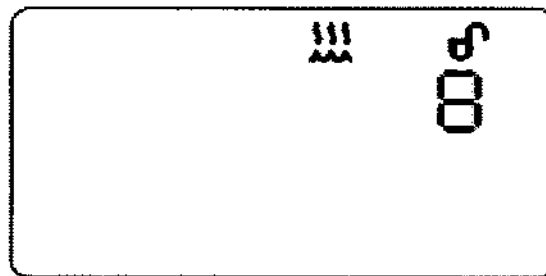

Figura 5-14 Pantalla Ajuste del humidificador
5. En la pantalla En espera o Supervisión, puede modificar el ajuste del humidificador presionando y manteniendo presionado el botón **HEAT** hasta que aparezca la siguiente pantalla (Figura 5-14).